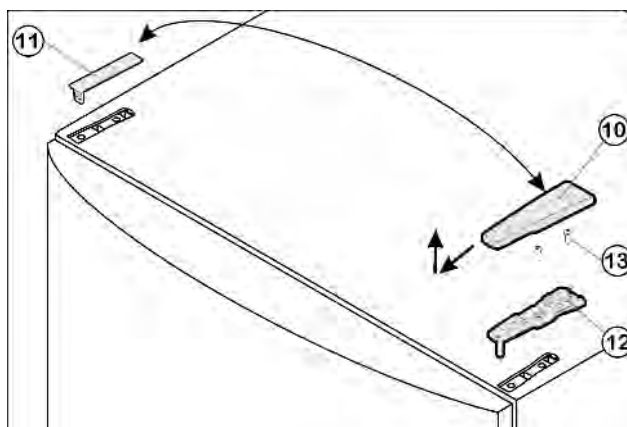

Fig. 4
- ▶ Skinite pokrov Fig. 4 (10) prema naprijed i gore.
- ▶ Podignite pokrov Fig. 4 (11).
- ▶ Odvijte gornji podložak ležaja Fig. 4 (12) (2 puta Torx® 25) Fig. 4 (13) i izvucite ga prema gore.
- ▶ Umetnite gornji podložak ležaja Fig. 4 (12) na novu stranu šarke u vrata.
- ▶ Čvrsto pritegnite gornji podložak ležaja Fig. 4 (12) (s 4 Nm) (2 x Torx® 25) Fig. 4 (13). Eventualno probušite šilom ili odvijačem na baterije rupe za vijke.
- ▶ Postavite pokrov Fig. 4 (10) i pokrov Fig. 4 (11) uvijek na suprotnu stranu.